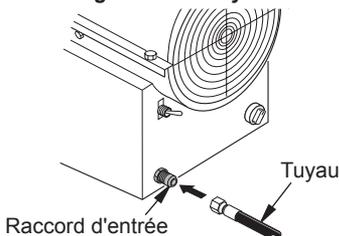

Figure 4 - Tuyau et raccord d'entrée
3. Raccordez le tuyau au raccord d'entrée. Serrez fermement avec une clef (voir Figure 4, page 5).